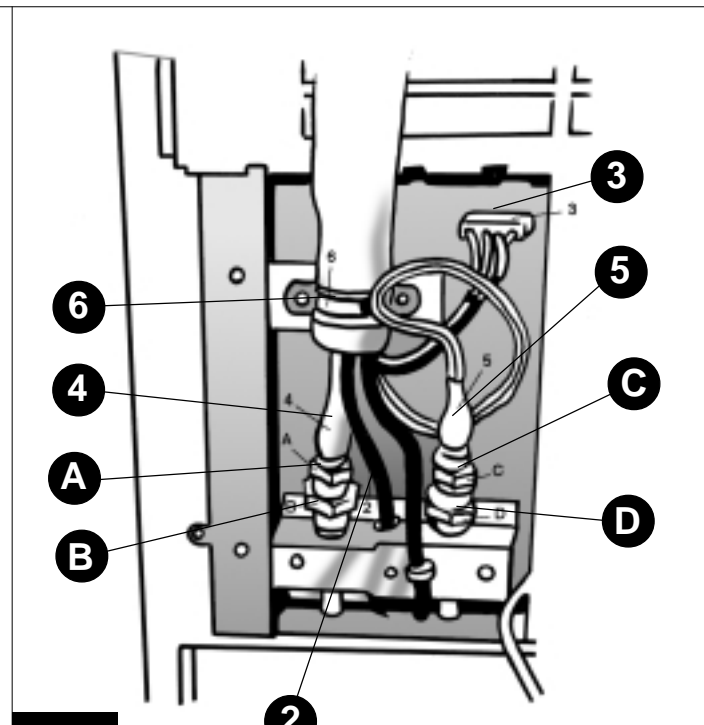

Fig. 12
☞ Staccare dall'apposito portagomma (Fig. 12 Part. 2) il tubo di trasferimento acqua di condensazione.
☞ Sconnettere - facendo pressione sulle due linguette esterne - il connettore elettrico (Fig. 12 Part. 3).
☞ Débrancher le tuyau d'évacuation de l'eau de condensation du portetuyau (Fig. 12 Détail 2).
☞ Débrancher le connecteur électrique (Fig. 12 Détail 3) en exerçant une pression sur les deux languettes extérieures.
☞ Take the moisture transfer hose out of the hose-holder (Fig. 12 Part 2).
☞ Pressing on the two outside tabs, remove the electrical connector (Fig. 12 Part 3).
☞ Den Kondenswasserschlauch von seinem Schlauchhalter (Abb. 12 Teil 2) abnehmen.
☞ Den Elektroanschluß (Abb. 12 Teil 3) durch drücken der beiden äußeren Federn trennen.
☞ Separar del porta manguera (Fig. 12 Elemento 2), el tubo de conducción del agua de condensación.
☞ Desconectar - ejerciendo presión sobre las leugüetas externas - el conector eléctrico (Fig. 12 Elemento 3).
- RACCORDO SINISTRO (4)
• Con una chiave da 19 mm tenete bloccata la parte fissa del raccordo femmina (Fig. 12 Part. A).
• Con una chiave da 24 mm svitate, ruotando in senso antiorario l'elemento mobile del raccordo femmina (Fig. 12 Part. B) sino al completo distacco.
- RACCORDO DESTRO (5)
• Con una chiave da 21 mm tenete bloccata la parte maschio del raccordo (Fig. 12 Part C) collegata alla linea flessibile.
• Con una chiave da 24 mm svitate girandola in senso orario, l'elemento mobile del raccordo femmina fissato alla macchina (Fig. 12 Part D) sino al completo distacco delle due parti.
- RACCORD DE GAUCHE (4)
• Bloquer la partie fixe du raccord femelle (Fig. 12, Détail A) au moyen d'une clé de 19 mm.
• Dévisser l'élément mobile du raccord femelle (Fig. 12, Détail B) en tournant avec une clé de 24 mm dans le sens contraire des aiguilles d'une montre jusqu'à ce qu'il se sépare complètement.
- RACCORD DE DROITE (5)
• Bloquer la partie mâle du raccord (Fig. 12, Détail C) reliée à la ligne flexible au moyen d'une clé de 21 mm.
• Dévisser l'élément mobile du raccord femelle fixé à la machine (Fig. 12, Détail D) en tournant avec une clé de 24 mm dans le sens des aiguilles d'une montre jusqu'à ce que les deux parties se séparent complètement.
(4) and (5) as described below. When separating the quick couplings, make sure that they do not tilt, allowing the coolant gas to leak out. Observe all safety rules for carrying out operations with coolants.
- LEFT COUPLING (4)
• Using a 19 mm spanner, hold the fixed female part of the coupling still (Fig. 12 Part A).
• Using a 24 mm spanner, loosen the moving female part of the coupling by turning anticlockwise (Fig. 12 Part B) until it comes off.
- RIGHT COUPLING (5)
• Using a 21 mm spanner, hold the male part of the coupling connected to the flexible line still (Fig. 12 Part C).
• Using a 24 mm spanner, turn the moving female element of the coupling that is fixed to the unit clockwise to loosen (Fig. 12 Part D) until the two parts separate.
• Fit the female part of the coupling on the male part fixed to the unit, manually screwing in the moving element of the female part clockwise (Fig. 12 Part B). Complete the operation, keeping the fixed female part of the coupling still (Fig. 12 Part A) using a 19